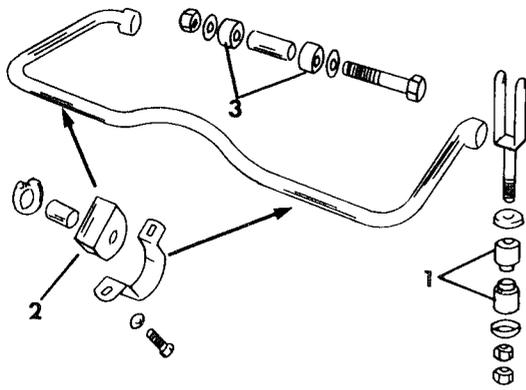

Bild 169
Die Teile des hinteren Kurvenstabilisators sind in Bild 169 gezeigt und die Arbeiten sind unter Bezug auf dieses Bild durchzuführen:
Vor dem Einbau der Stabilisatorstange den Zustand der Gummibüchsen (1) und (3), sowie der Gummilagerung (2) in Bild 169 kontrollieren. Der Einbau des Kurvenstabilisators geschieht in umgekehrter Reihenfolge wie der Ausbau. Die Schraube der Getriebeaufhängung mit 45 bis 55 Nm anziehen. Die Schrauben und Muttern der Verbindungsgestänge am Kurvenstabilisator anziehen nachdem das Fahrzeug mit seinen Rädern aufsitzt. Dazu dieses entweder über eine Montagegrube fahren oder die Hinterräder auf Auffahrampen fahren. Dadurch werden die Gummilager einwandfrei vorgespannt. Die Distanzhülse in der Mitte verhindert ein übermäßiges Zusammenspannen der Gummibüchsen.